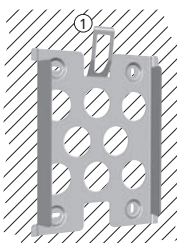

Abbildung 22
- Die Montageplatte muss eben an der Montagefläche anliegen, die seitlichen Blechstreifen müssen nach vorne weisen (Abbildung 22).
- Montageplatte vertikal montieren mit Sicherungsblech ① oben (Abbildung 22).